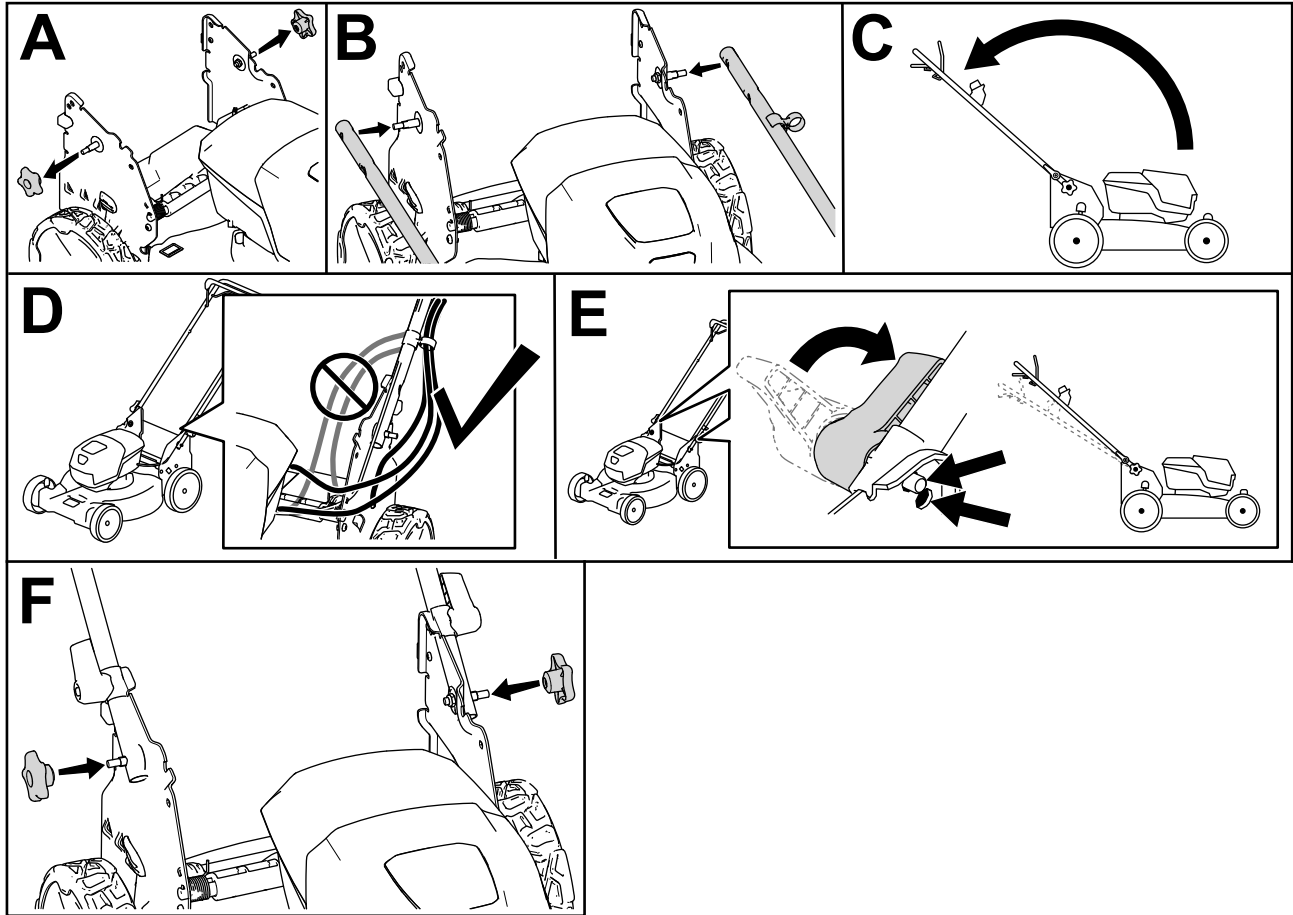

Figura 4
1. Retire los pomos del manillar (A en la Figura 4).
2. Con los taladros en los extremos del manillar, conecte el manillar a la máquina (B en la Figura 4).
3. Mueva el manillar hacia atrás a la posición de uso (C en la Figura 4).
4. Asegúrese de colocar los cables en el exterior del manillar (D en la Figura 4).
5. Mueva los bloqueos del manillar hasta que el pasador se enganche en su sitio, para bloquear el manillar en la posición de uso (E en la Figura 4).
6. Fije los pomos en los pernos del manillar para fijar el manillar (F en la Figura 4).